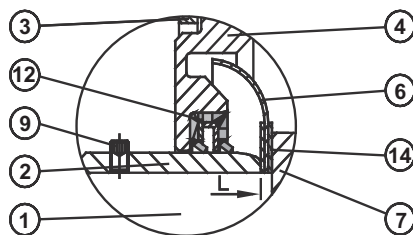
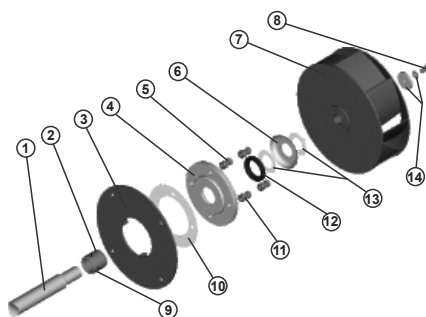

Fig. 18
Fig. 19
Der findes to hovedtyper tætninger: Spaltetætning og dobbelt læbetætning. I det følgende beskrives kun dobbelt læbetætning. Tætningen består af flere komponenter. Se fig. 18 og fig. 19. Der tætnes mellem de enkelte komponenter med pakninger. Mellem aksel og ventilatorhus tætnes med en dobbelt læbe pakdåse samt en slyngskive. Pakbøsningen er fastspændt mellem motorakslens anlægsbryst og ventilatorhjulet.
Ventilatorhjulet pos. 7 afmonteres som beskrevet under "5.2 Demontering af ventilatorhjul fra indløbssiden" eller "5.4 Demontering af motor med ventilatorhjul fra motor siden". Slyngskiven pos. 6 samt pakningerne pos. 13 trækkes ud over akslen pos. 1. Se fig. 18. 4 stk. pinolskruer pos. 9 i pakbøsning pos. 2 løsnes og pakbøsningen pos. 2 trækkes af akslen pos. 1. Pakdåsen pos. 12 kan nu trækkes ud af tætningsdækslet pos. 4.
Ved montering skal alle pakningerne fornyes. Se fig. 18 og 19. Pakbøsningen pos. 2 smøres indvendig med en tynd olie og skubbes ind over akslen pos. 1. Hulrummet i pakdåsen pos. 12 fyldes 2/3 op med SKF LGEP 2 eller tilsvarende fedt. Dobbelt læbe pakdåse pos. 12 presses i tætningsdækslet pos. 4.